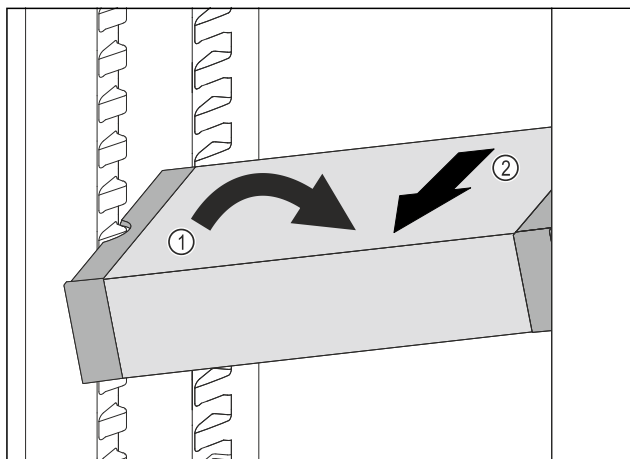

Fig. 223
- Vendosni VarioSafe pjerrtas në pjesën e ftohjes. *Fig. 223 (1)*
- Hiqni VarioSafe për nga përpara. *Fig. 223 (2)*